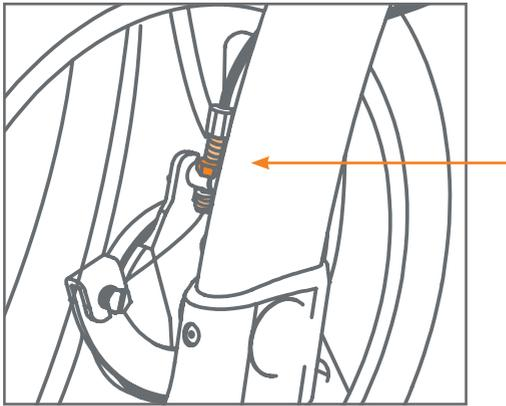

Figura 58: Regolazione del freno tramite anello di sicurezza (arancione scuro) e vite di regolazione, dettaglio.
- b. Rimani nella parte posteriore del Rollz Motion durante la regolazione dei freni. Allentare l'anello di bloccaggio nella parte inferiore del cavo del freno (tirare il cavo verso l'alto per renderlo più facile). Ruotate la vite di regolazione sopra di essa per accorciare o allungare il cavo del freno (Figura 58). Girare in senso orario per una maggiore potenza frenante e in senso antiorario per una minore potenza frenante.